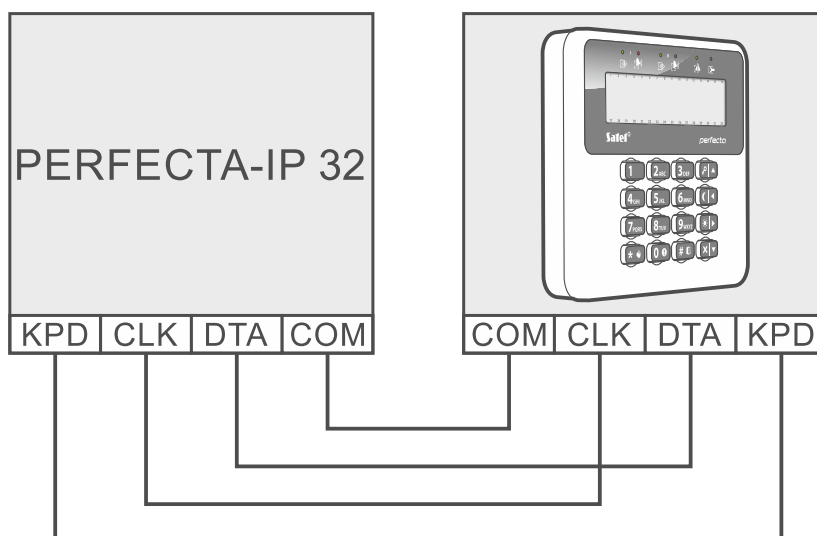

Abb. 6. Anschluss des Bedienteils an die Zentrale.
6. Schrauben Sie die Leitungen an die Bedienteilklemmen an (Abb. 6).